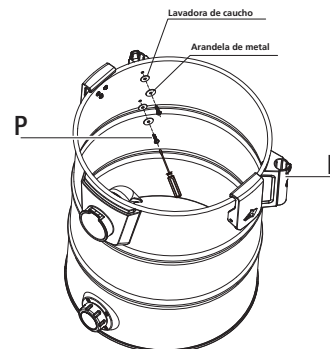

Fig. 4
- Fije las manijas del tanque lateral (F) al tanque con los tornillos (P) incluidos. (Fig. 4)